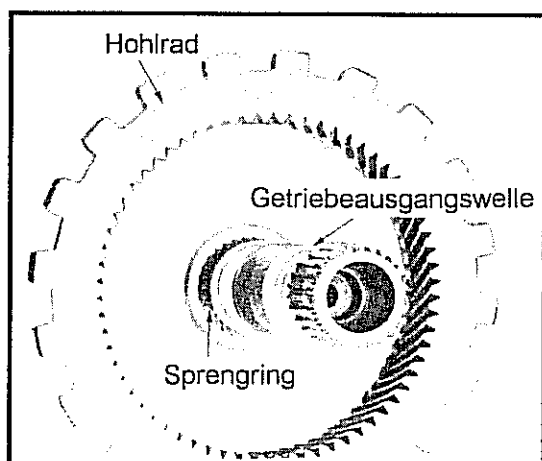

Abb. 10-116 Baugruppe des Hohlrad mit Getriebeausgangswelle
- Das Drucklager zur Aufnahme des Axialdrucks (Nadellager) zwischen dem Hohlrad an der Getriebeausgangswelle und dem Planetenradträger anbringen. Siehe hierzu Abb. 10-116. Die Seite mit der Kante zeigt hierbei nach oben.